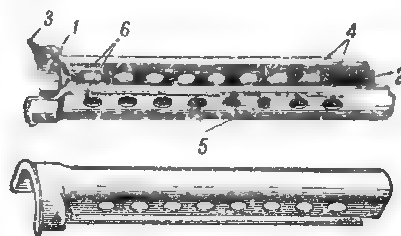

Рис. 50. Верхний кожух:
50. Верхний кожух (рис. 50) является продолжением ствольной накладки. Он имеет: уширенный задний конец для соединения со ствольной накладкой; передний конец для соединения с надульником; задний бортик для ограничения смещения ложевого кольца; боковые загибы для соединения с нижним